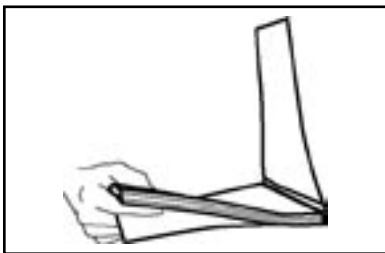

ABBILDUNG 15
8. Legen Sie auf einer glatten Oberfläche Ihr gebundenes Dokument in den Umschlag und stellen Sie sicher, dass die obere Kante des Dokumentes mit der des Umschlages abschließt (siehe Abbildung 15).